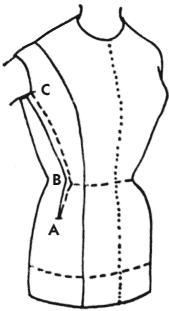

Рис. 51
Речь идет об округлостях на некоторых фигурах, которые образуют тазовые кости на расстоянии 8—10 см ниже линии талии. Обычно эта выпуклость скрадывается дополнительной вытачкой, проложенной между вытачкой от талии на переде и боковым швом (на рис. 51 между точками А и В).
1. Если вы выполнили макет на мини-манекене, делая подгонку, как было указано, вы сможете добавить вытачку, идентичную той, что показана на рис. 51, ничего не распарывая. Вспомните, что при закладывании вытачки по линии талии мы советовали не стягивать ее слишком сильно. Теперь вы поймете причину. Плотное прилегание ткани по талии на хорошо выраженных округлостях мини-манекена может быть достигнуто только при помощи маленькой дополнительной вытачки (разумеется, для неотрезного изделия, то есть без шва по линии талии). Можете поэкспериментировать с этим приемом, но обязательно переносить эту подгонку на лекало.
3. При сильно выраженной округлости бедер, когда на ткани появляются морщины, трудно обеспечить ее плотное прилегание лишь за счет увеличения распаха вытачки по талии и боковому шву. Для этого надо заложить вытачку от самой выпуклой точки бедер по направлению к талии (на рис. 51 от точки А к точке В) и переделать вытачки по линии талии и боковому шву.
4. На передней части лифа довольно часто делают складку, идущую к пройме (рис. 51). Эту линию можно назвать *дополнительным рельефом*.